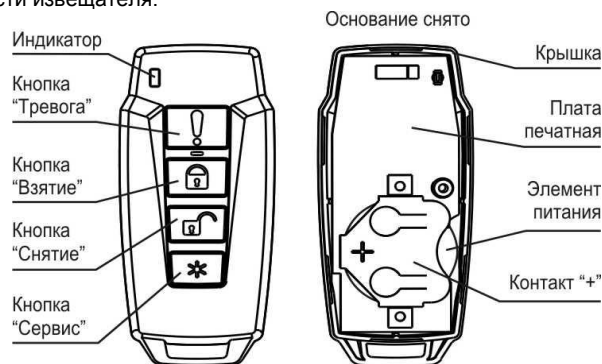

Рисунок 2
- 4.1** Извещатель выполнен в виде брелока, состоящего из крышки (лицевая сторона) и основания (рисунок 2).